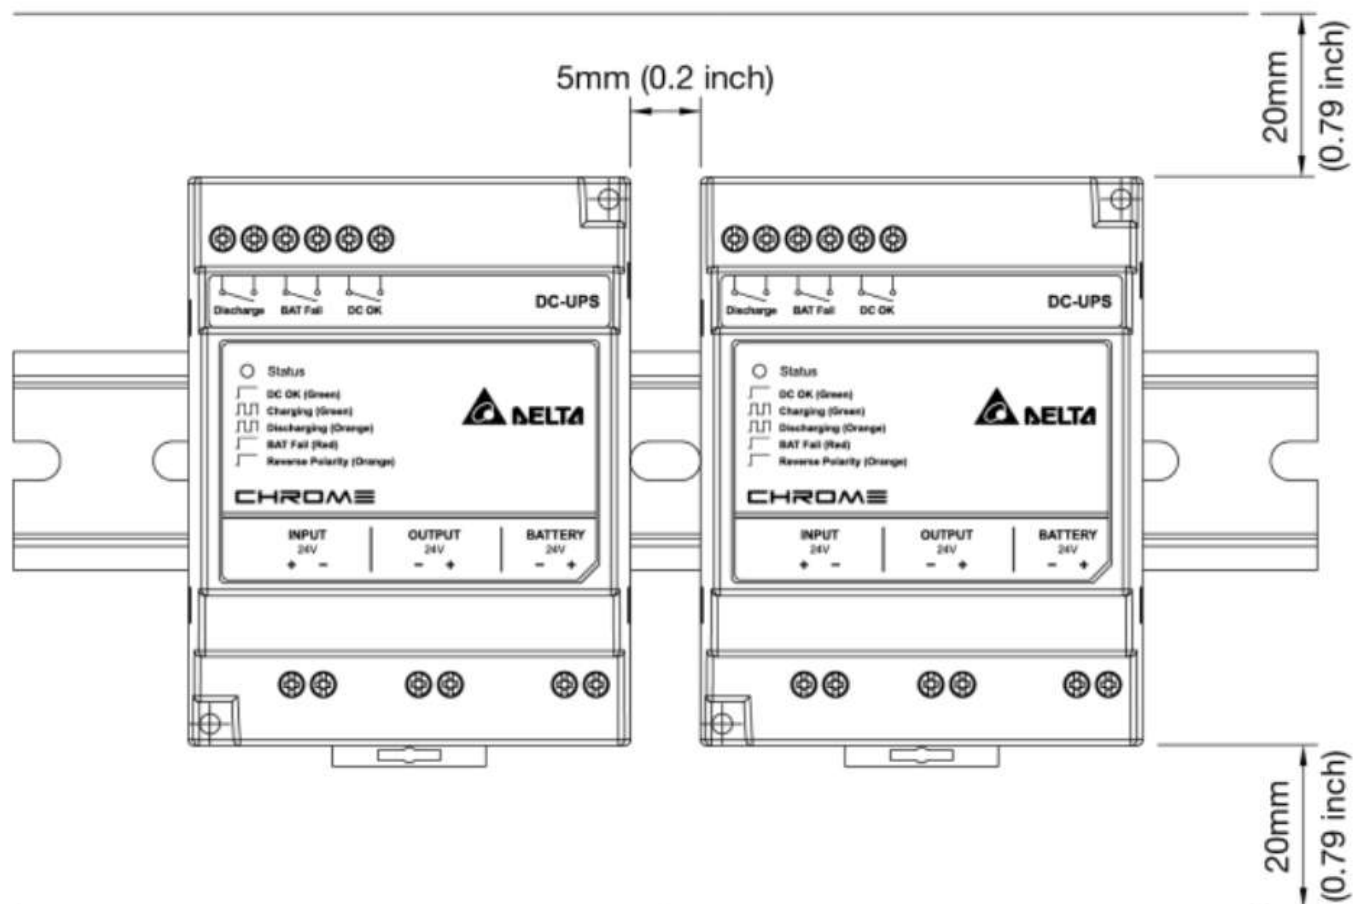

Рис.1. Минимальные рекомендуемые расстояния при монтаже модулей в шкафу.
- Для обеспечения условий охлаждения естественной конвекцией соблюдайте необходимые минимально допустимые размеры между устройствами: не менее 20 мм сверху и снизу устройства и не менее 5 мм между боковыми сторонами устройства (Рис.1).